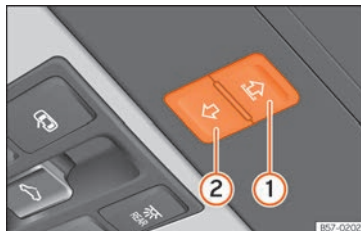

Abb. 94 Im Dachhimmel: Tasten des Sonnenschutzrollos.
Die Tasten **»» Abb. 94 (1) und (2)** haben zwei Stufen. In der ersten Stufe kann das Sonnenrollo ganz oder teilweise geöffnet oder geschlossen werden.
• *Sonnenschutzrollo*: Innerhalb von etwa 5 Sekunden nach dem Auslösen der Kraftbegrenzung die Taste »» Abb. 94 ⓐ so lange drücken, bis das Sonnenschutzrollo vollständig geschlossen ist.